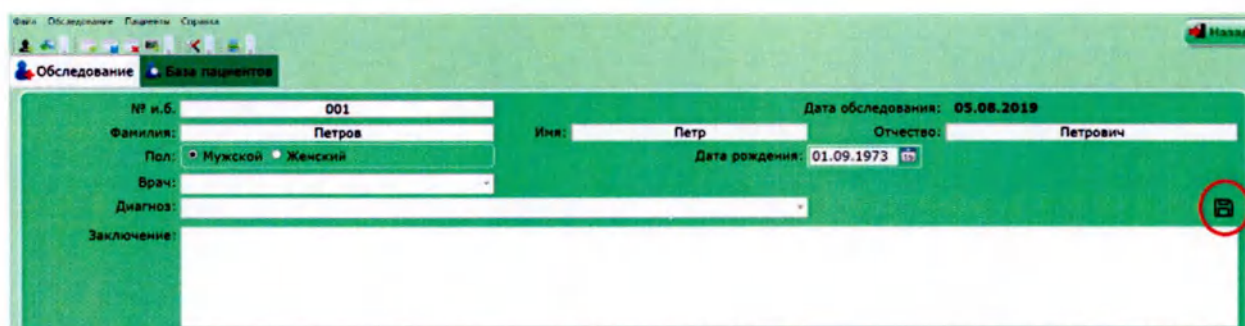
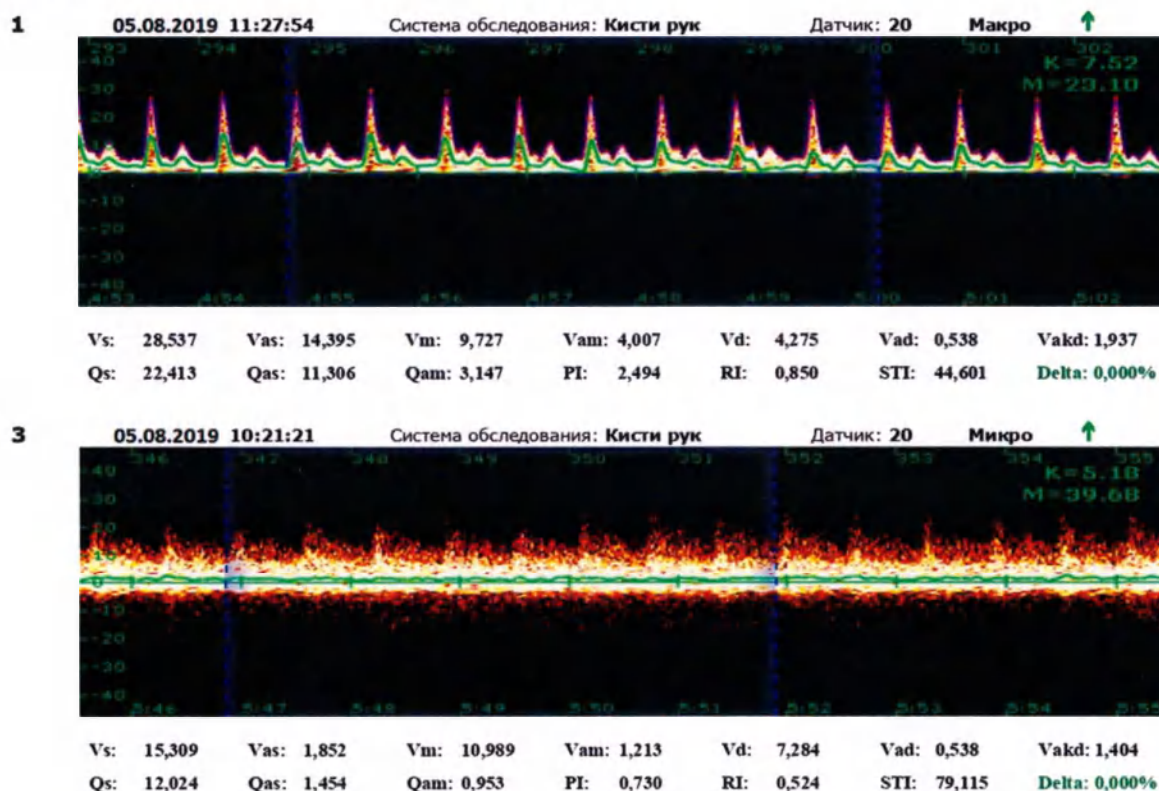

Рисунок 21 – Сохранение отчета в PDF
Рисунок 22 – Внешний вид отчета
- Режим «**Печать**» дублирует режим **Обследование/Печать** и позволяет вывести на печать отчёт об обследованиях текущего пациента (карточку пациента) (рисунок 22). Чтобы добавить в отчёт протокол обследования, необходимо в окне соответствующего протокола поставить галочку в поле «Печать» (рисунок 19).
- Кнопка сохранения в PDF  (рисунок 21) позволяет сохранить отчёт об обследовании текущего пациента в формате .pdf (рисунок 22). Чтобы добавить в отчёт протокол обследования, необходимо в окне соответствующего протокола поставить галочку в поле «**Печать**» (рисунок 19).